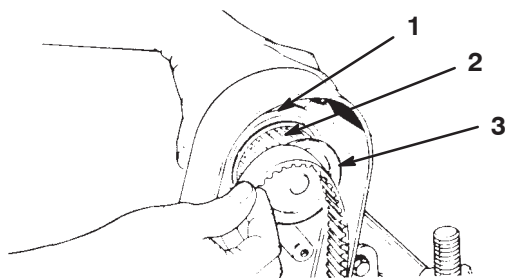

Figure 11
Remarque : Vérifiez si les vis de la poulie de moteur sont bien serrées sur l'arbre du moteur avant de monter le moteur sur le plateau de coupe (Fig. 11).
3. Insérez la poulie du moteur d'entraînement du cylindre dans le boîtier et passez la courroie sur la poulie (Fig. 11).